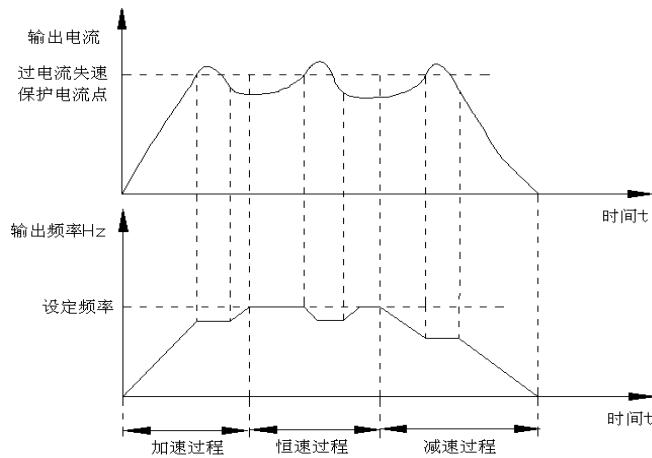

图6-26 过流失速保护示意图
**过流失速：**当变频器输出电流达到设定的过电流失速保护电流（FB-06）时，变频器在加速运行时，停止加速；在恒速运行时，降低输出频率；在减速运行时，放缓下降速度，直到电流小于过电流失速保护电流（FB-06）之后，运行频率才恢复正常。详见图6-26所示。